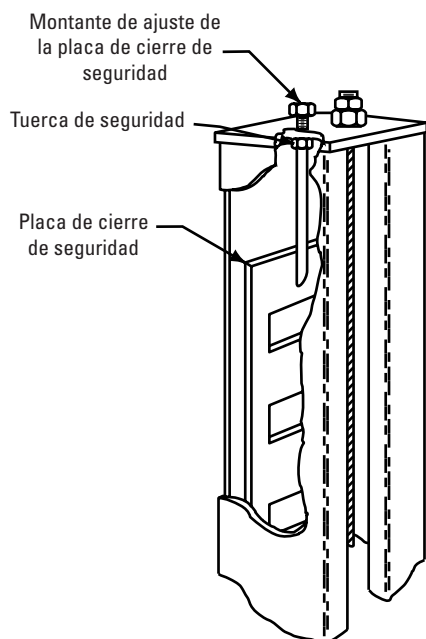

Fig. 31
- I. Siempre vuelva a verificar el nivel de los carriles para asegurarse de que todos las bases del seguro de cierre estén ajustadas correctamente. Comience en el punto "A" y vuelva a verificar el nivel en los puntos "B", "C" y "D", Fig. 31. Reajuste, si se necesita.
- J. Para completar los procedimientos de nivelado, asegure cada tuerca de seguridad de la base del seguro de cierre ajustadamente contra el punto más bajo de la cima de la base de la columna, Fig. 31.